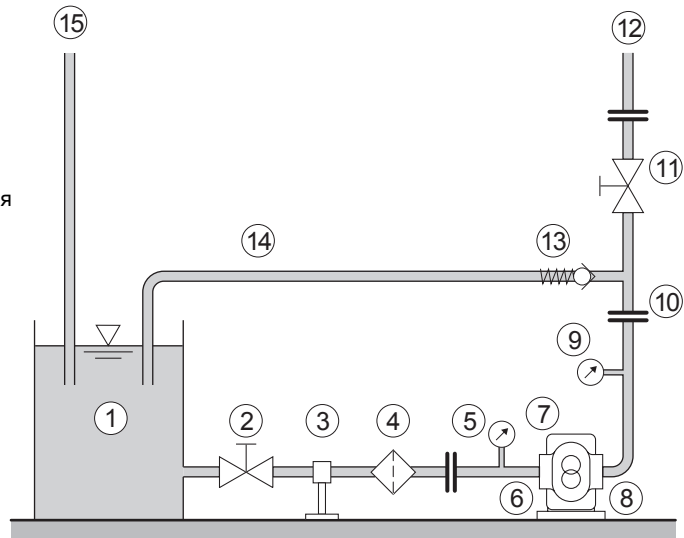

Рисунок 5.1 Пример установки с шестеренчатым насосом
- Всегда эксплуатируйте установку и/или шестеренчатый насос с предохранительным клапаном, см. раздел 3.2.10 *Шестеренчатый насос hydrolub*® с предохранительным клапаном и главу 5, рисунок 5.1.
- Монтируйте фильтр во всасывающий трубопровод. Это предотвращает повреждение шестеренчатого насоса грязью и посторонними предметами (рисунок 5.1, позиция 4; см. также таблицу в приложении 13.6 *Рекомендованный размер пор для всасывающих фильтров*).
- Монтируйте манометр во всасывающий трубопровод (рисунок 5.1, позиция 5).
- Монтируйте манометр в напорный трубопровод (рисунок 5.1, позиция 9).
Если после шестеренчатого насоса установлена запорная арматура, монтируйте клапан ограничения давления в байпасе перед запорным органом. (Рисунок 5.1 позиция 13 и 14).